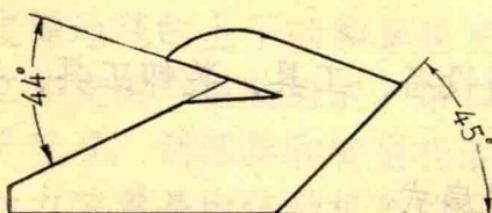

图 2—1 刀刃测定样板
4、风扇刀底刀刃测定样板见图 2—1。
5、风扇刀定轴样板见图2—2，测定托活轴与底刀刃口间距。